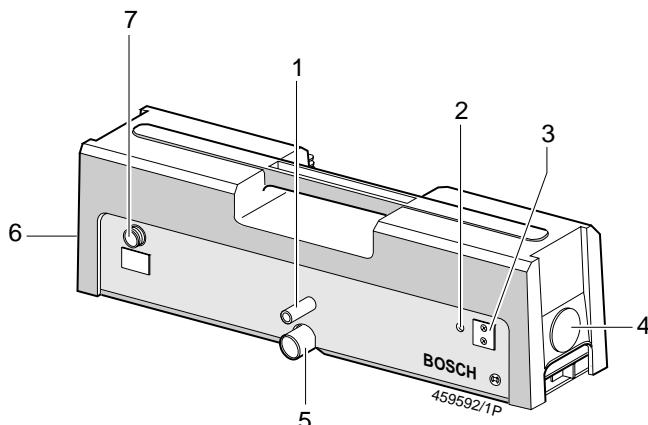

Figure 1 : RTM 430
- Si existant, placer le flexible de recyclage des gaz d'échappement (accessoire spécial) sur le manchon de raccordement (figure 1, pos. 5) du RTM 430 et le relier avec le dispositif d'évacuation.
1. Retirer le couvercle (fig. 1 ; pos. 4, 6) des parois latérales à l'aide d'un outil approprié (par ex. tournevis).